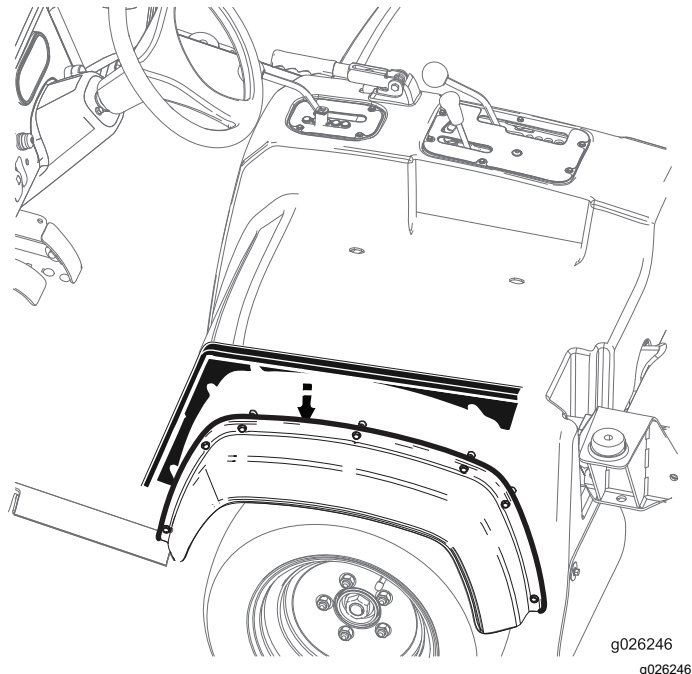

Figura 29
2. Glisați panourile laterale între cadrul suport scaun și aripile laterale (Figura 29).